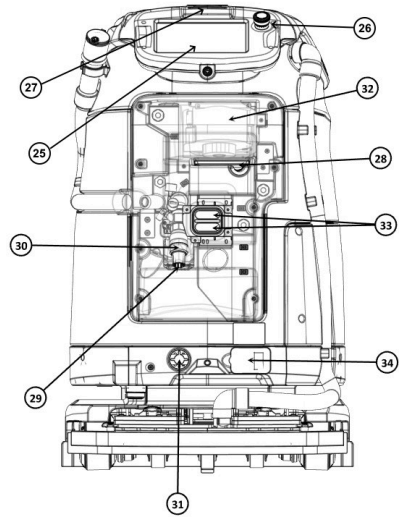

Abbildung 4
- 25. Touchscreen (Abbildung 4)
- 26. Not-Aus-Schalter (Abbildung 4)
- 27. Deckenkamera (Abbildung 4)
- 28. Frischwasserzulauf (Abbildung 4)
- 29. Schmutzwasserauslass (Abbildung 4)
- 30. Kugelventil (Abbildung 4)
- 31. Frischwasserventil (Abbildung 4)
- 32. Saugmotor (Abbildung 4)
- 33. Ladekontakte (Abbildung 4)
- 34. Anschlussabdeckung (Abbildung 4)